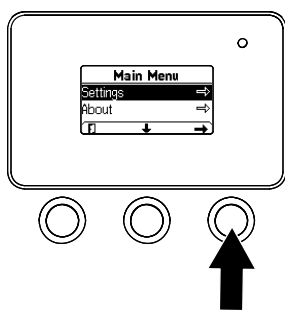

Figura 13
1. Din MENIUL PRINCIPAL, utilizați butonul din mijloc pentru a derula în jos la MENIUL SETĂRI și apăsați butonul din dreapta (Figura 13).